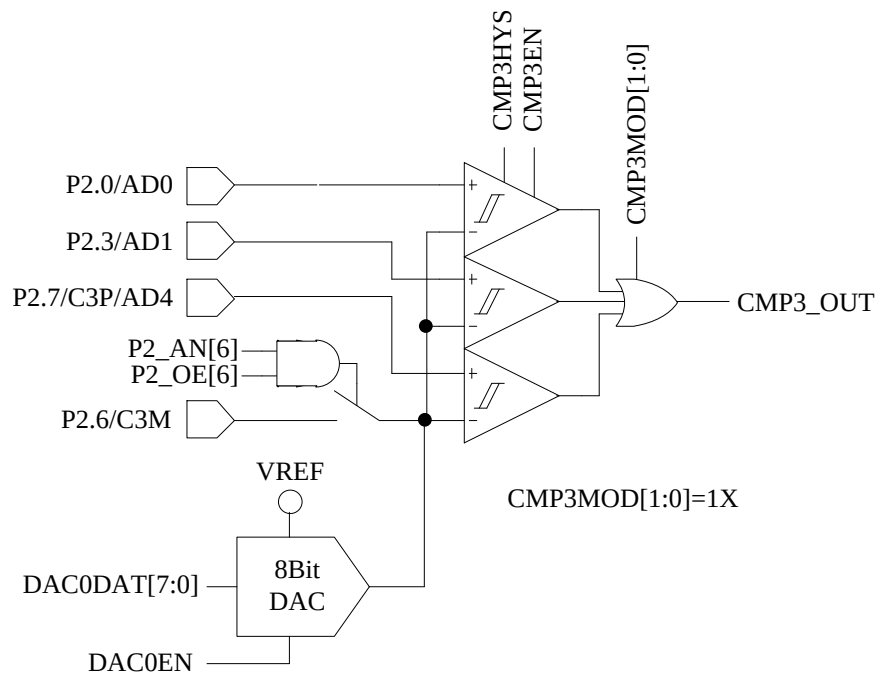

图 30-4 三比较器输入模式
- 配置 CMP_CR1[CMP3MOD] = 1X，CMP3 为三比较器输入模式，具体输入输出端口接法如图 30-4 所示